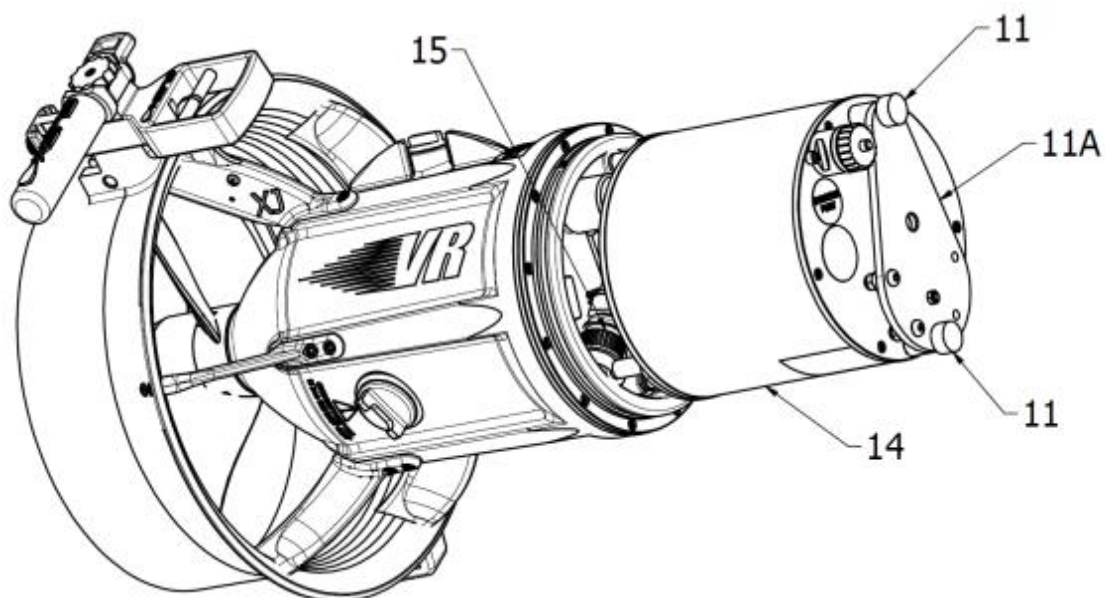
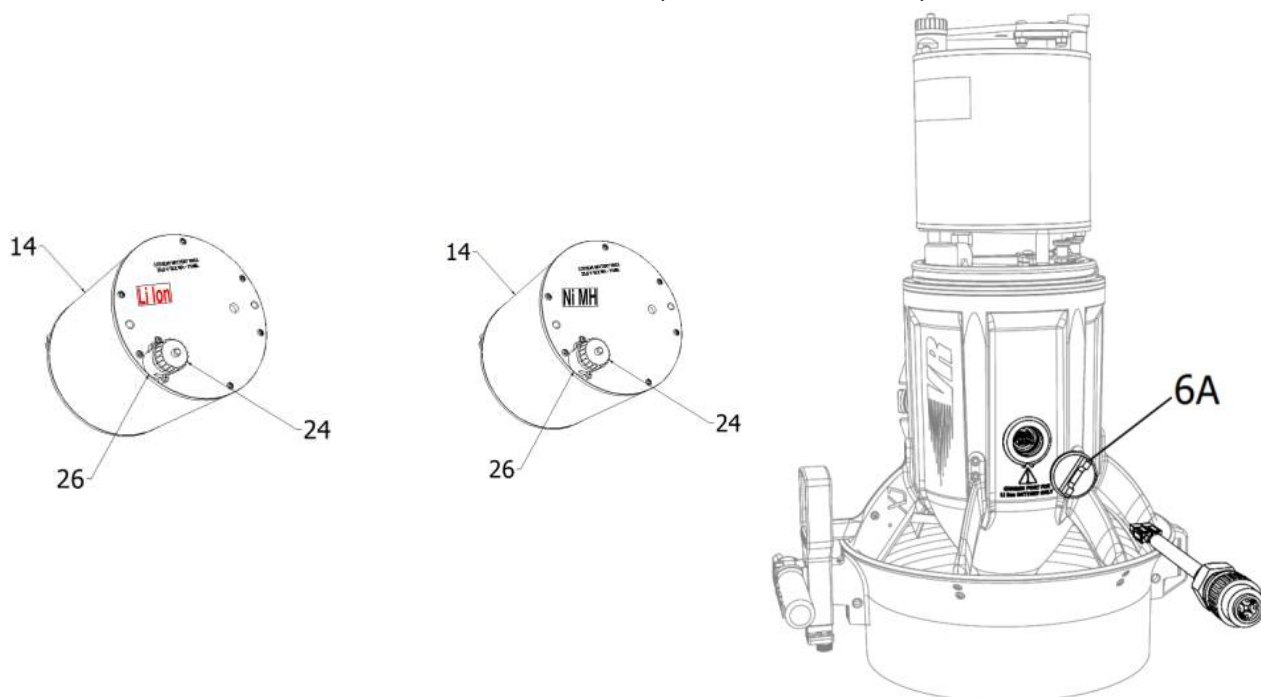

Fig.3
Fig.4
LA BATTERIA VA RICARICATA SOLO TRAMITE IL CONNETTORE (26 - Fig.4), VIETATO RICARICARE LA BATTERIA QUANDO E' COLLEGATA AL MOTORE: SI RISCHIANO DANNI GRAVISSIMI O MORTE.
Per ricaricare la batteria, estrarre la batteria (14) dallo Scooter (fig.3), metterla in un luogo sicuro lontano da persone ed oggetti infiammabili, svitare il tappo del connettore di ricarica (24) (fig.4), collegare la presa di alimentazione del caricabatteria alla rete e collegare il connettore di ricarica (26) al caricabatteria (si veda Manuale d'uso del caricabatteria). A fine carica scollegare il caricabatteria e riavvitare il tappo (24) del connettore (26). Inserire la batteria nello Scooter solo nel caso si intendesse usarlo.